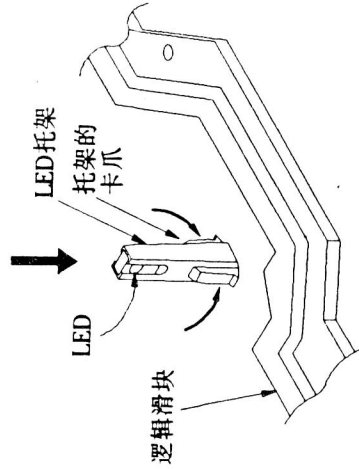

图56
⑤按图56中左右两侧小箭头所示方向,压住并弯曲机构装置上方的LED托架的卡爪,然后按粗黑箭头所示方向将其推入,使其通过孔洞;